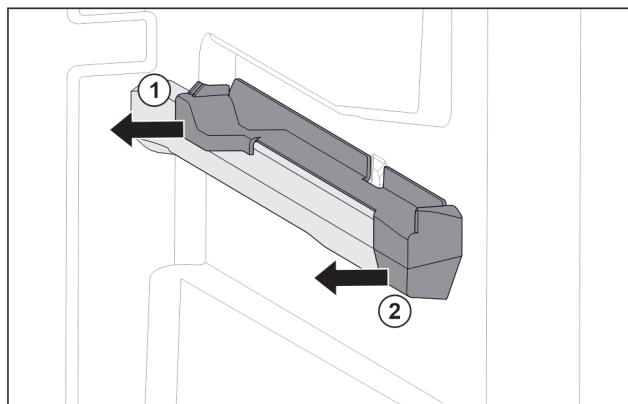

Fig. 61 Aufsteckteil auf der rechten Behälterrippe
- ▶ Aufsteckteil hinten zur Seite abziehen. Fig. 61 (1)
- ▶ Aufsteckteil vorne zur Seite abziehen. Fig. 61 (2)